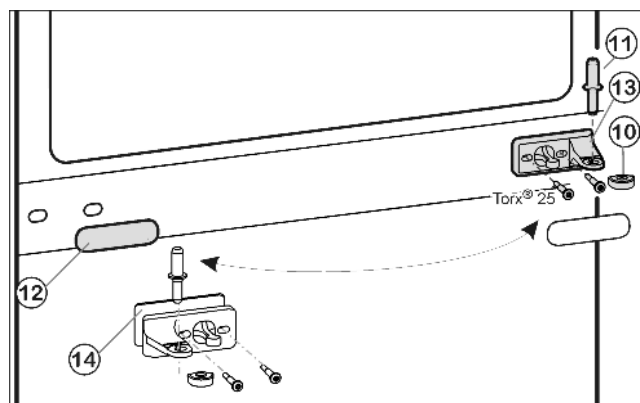
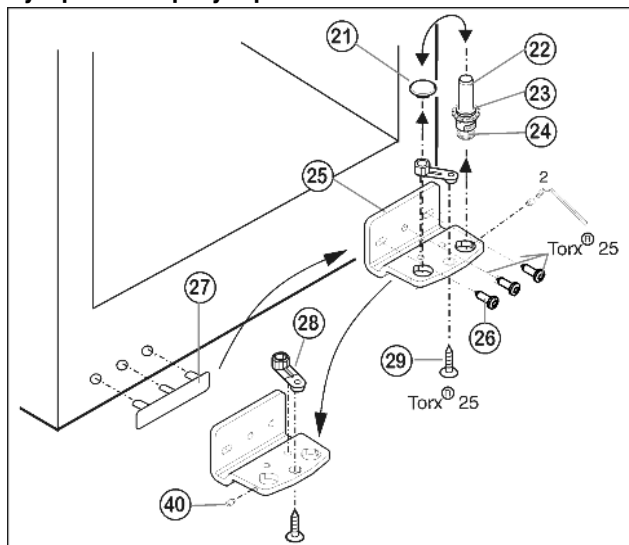

Fig. 5
Fig. 7
- ▶ Вытащите из опорного кронштейна и нижней дверцы средний опорный винт Fig. 5 (11).
- ▶ Снимите пластмассовый колпачок Fig. 5 (10).
- ▶ Открутите средний опорный кронштейн Fig. 5 (13) (2 шт. Torx® 25).
- ▶ Осторожно снимите накладку Fig. 5 (12).
- ▶ Прикрутите средний опорный кронштейн *Fig. 5 (13)* с подкладкой *Fig. 5 (14)* с поворотом на 180° на новую сторону шарнира (с моментом 4 Нм).
- ▶ Защелкните накладку *Fig. 5 (12)*, повернув на 180°, на стороне, где теперь будет ручка.
- ▶ Отвинтите установочный винт *Fig. 7 (40)* приблизительно на один оборот прилагаемым торцевым ключом.
- ▶ Извлеките опорный винт *Fig. 7 (22)* в комплекте с шайбой *Fig. 7 (23)* и регулируемой опорой *Fig. 7 (24)*, вывинчивая его вверх.
- ▶ Снимите пробку *Fig. 7 (21)*.
- ▶ Открутите *Fig. 7 (26)* опорный кронштейн *Fig. 7 (25)*.
- ▶ Полностью выкрутите установочный винт *Fig. 7 (40)* и вкрутите на противоположной стороне на нижнем опорном кронштейне, чтобы он был заподлицо с этим кронштейном.
- ▶ Открутите *Fig. 7 (29)* опорную деталь *Fig. 7 (28)* и, переставив в отверстие на противоположной стороне опорного кронштейна, снова прикрутите.
- ▶ Переставьте пробку *Fig. 7 (21)* в свободное отверстие.
- ▶ Осторожно снимите и переставьте на противоположную сторону крышку со стороны ручки *Fig. 7 (27)*.
- ▶ Снова прикрутите опорный кронштейн *Fig. 7 (25)* на новой стороне шарнира (с моментом 4 Нм). При необходимости используйте аккумуляторный шурупверт.
- ▶ *Вновь закрутите опорный винт *Fig. 7 (22)* в комплекте с шайбой и регулируемой опорой.
- ▶ Затяните установочный винт *Fig. 7 (40)*.
- ▶ Установите нижнюю дверцу сверху на нижний опорный винт Fig. 7 (22).
- ▶ Снова наденьте пластмассовый колпачок Fig. 5 (10) на средний опорный кронштейн Fig. 5 (13).
- ▶ Вставьте средний опорный винт Fig. 5 (11) на новой стороне шарнира через средний опорный кронштейн Fig. 5 (13) в нижнюю дверцу.
- ▶ Установите верхнюю дверцу на средний опорный винт Fig. 5 (11).
- ▶ При необходимости выровняйте дверцы через два продольных паза в нижнем опорном кронштейне Fig. 7 (25) и среднем опорном кронштейне Fig. 5 (13) параллельно корпусу устройства. Для этого выкрутите средний винт на нижнем опорном кронштейне Fig. 7 (25).